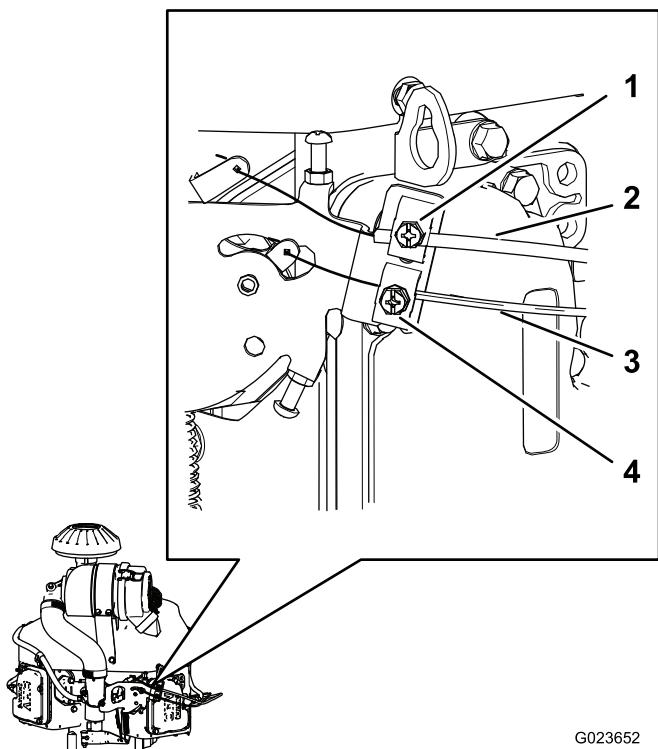

Figure 66
- Desserrez la vis du collier qui fixe la gaine du câble d'accélérateur au moteur (Figure 66).
- Tirez la gaine du câble d'accélérateur (Figure 66) jusqu'à ce que le mou du câble soit presque éliminé, puis resserrez la vis de collier.
- Desserrez la vis de collier qui fixe la gaine du câble de starter au moteur (Figure 66).
- Tirez la gaine du câble de starter (Figure 66) jusqu'à ce que le mou du câble soit presque éliminé, puis resserrez la vis de collier.